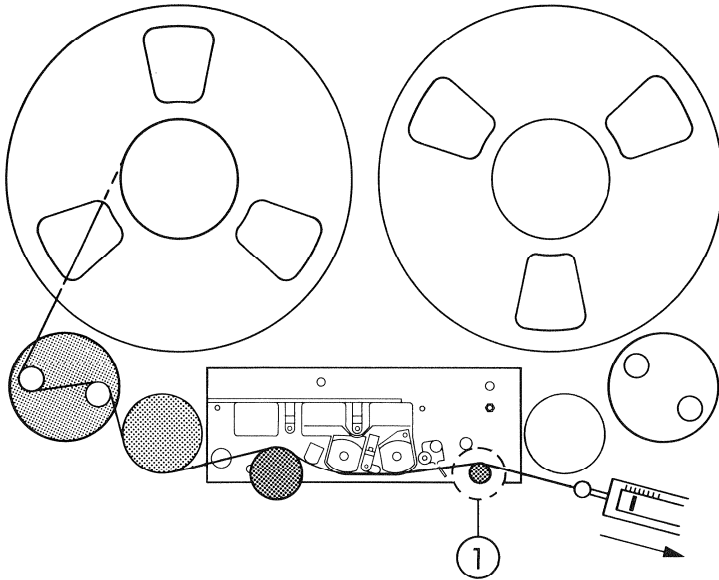

Fig. 2.5.-2
1. Bandzug-Einstellung linker Wickelmotor (SUPPLY): NAB-Leerspule mit 2...3m Band auf den linken Wickeladapter auflegen. Gummi-Andruckrolle ① entfernen (Andruckrollen-Deckel abschrauben: Vorsicht Linksgewinde). Band gemäss Fig. 2.5.-2 einschlaufen und Federwaage (0...500gr) an Bandanfang (Schlaufe) einhängen.